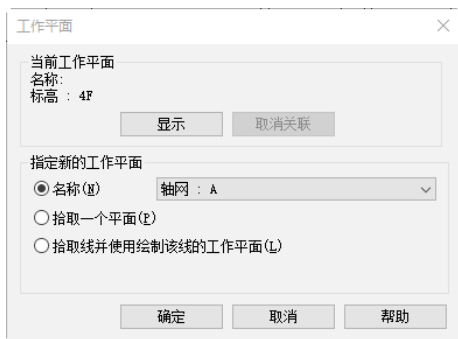

图 6-57 “工作平面”对话框
(2) 单击“结构”选项卡“工作平面”面板中的“设置”按钮, 打开“工作平面”对话框, 选择“名称”单选项, 在其下拉列表中选择“轴网: A”, 如图 6-57 所示, 单击“确定”按钮。